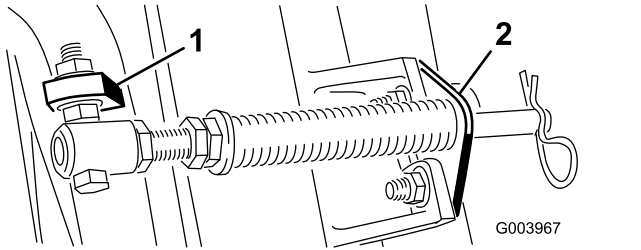

Figura 6
Nota: Posizionate la testa del bullone sul lato esterno dell'aletta, come illustrato nella **Figura 6**.
D. Montate la staffa dell'asta sulle alette degli elementi di taglio usando i bulloni a testa tonda e i dadi (**Figura 6**).